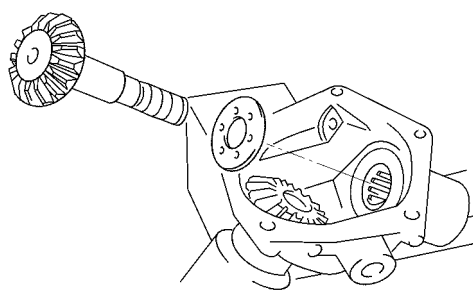

图 16-87 拆下 1 号锥齿轮
(6) 拆下 1 号锥齿轮。向内推 2 号锥齿轮，必要时用塑料锤子轻轻敲击，拆下 1 号锥齿轮和止推垫圈，如图 16-87 所示。